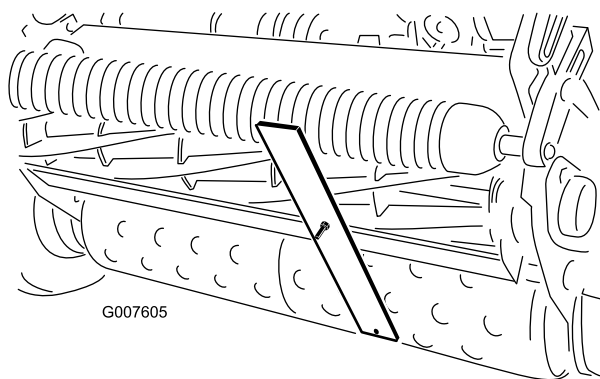

Figura 49
- Prenda a cabeça do parafuso à extremidade cortante da lâmina de corte e apoie a extremidade traseira da barra no rolo traseiro (Figura 49).